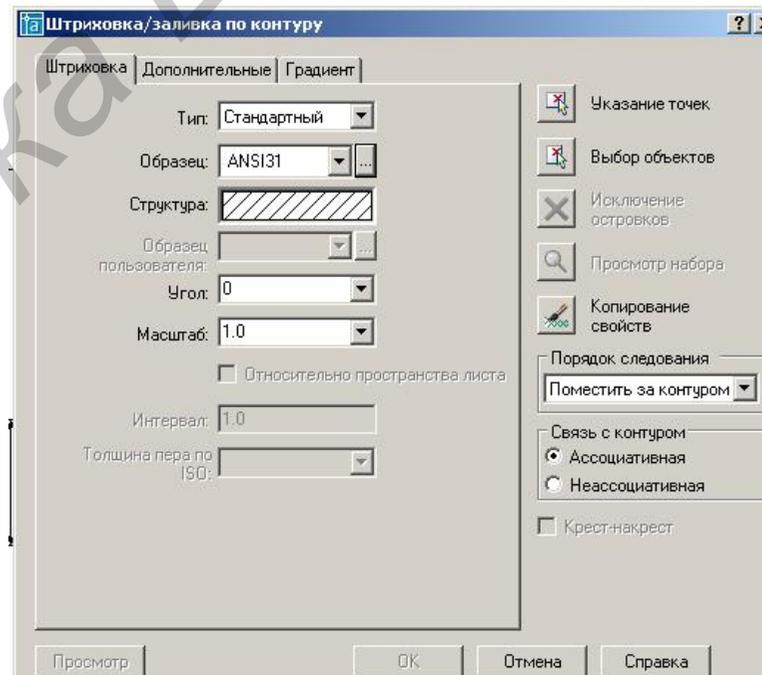

Рис.15. Рекомендуемые настройки штриховки
3. В окне **Штриховка** установим настройки, показанные на рис.15;